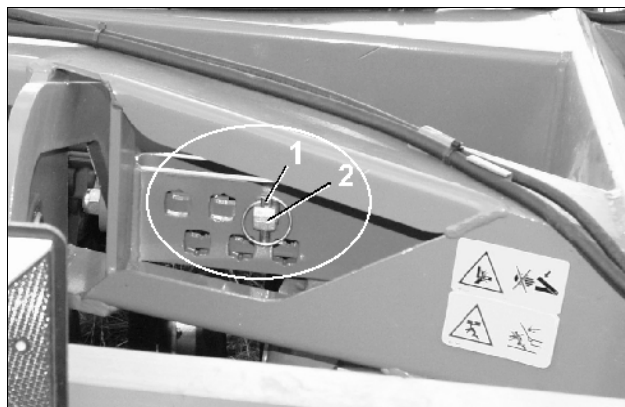

Fig. 28
- Ta løs orepinnen (Fig. 28/1)
- Sett eksenterboltene (Fig. 28/2) i valgt hull.